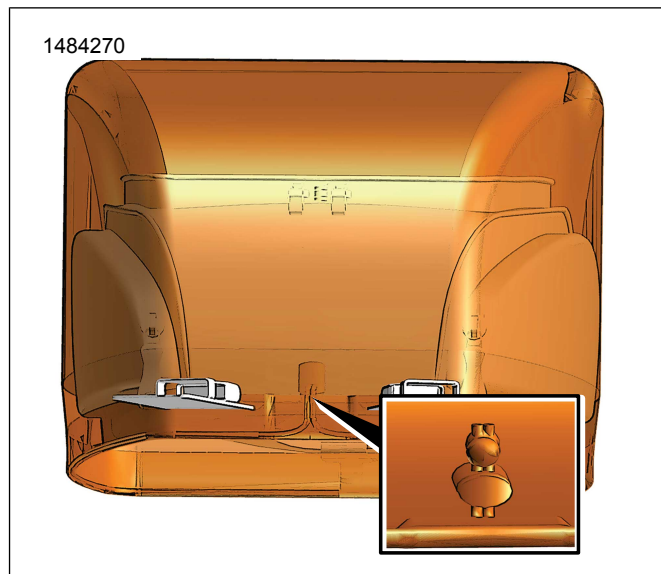

Figure 6. Cordon de serrage (typique)
1. Figure 6 Déplier la housse imperméable sur l'ensemble du sac.